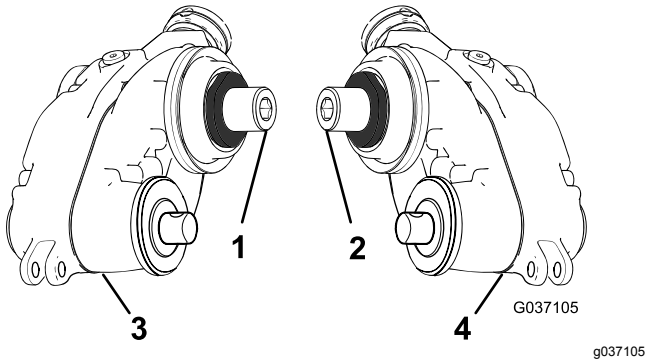

Figura 6
1. Identifique las cajas de transmisión de groomer derecha e izquierda; consulte la Figura 6.